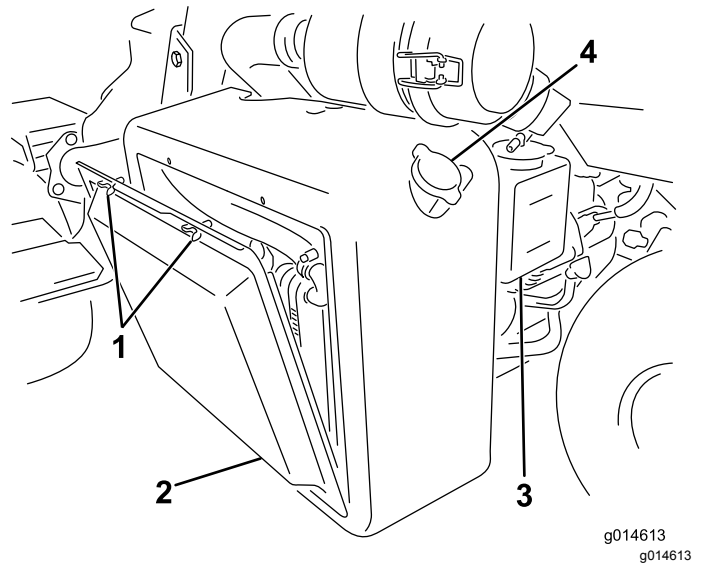

Bild 54
1. Entfernen Sie das Gitter (Bild 54).